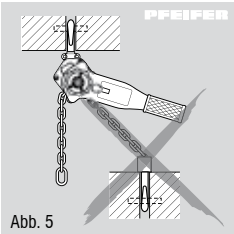

Abb. 5
- der Befestigungspunkt ausreichend dimensioniert ist und sich das Gerät frei ausrichten kann. Schrägzug vermeiden (Abb. 5)!
- Schrägzug, d.h. seitliche Belastung auf das Gehäuse oder die Unterflasche ist verboten (Abb. 5).